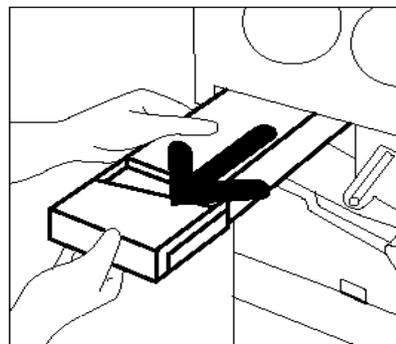

Figura 16: Extracción del contenedor de residuos del tóner usado
- 4** Sujete el contenedor de residuos del tóner con la mano derecha, tal y como ilustra la Figura 16, y extráigalo de la copiadora/impresora.